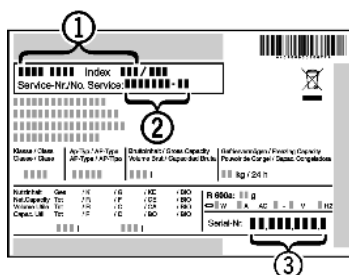

Fig. 7
▶ Relever la désignation de l'appareil *Fig. 7 (1)*, le n° de service *Fig. 7 (2)* et le n° de série *Fig. 7 (3)* sur la plaquette signalétique. Cette plaquette se trouve sur la paroi intérieure gauche de l'appareil.
▶ Informer le S.A.V. et lui communiquer la panne, la désignation de l'appareil *Fig. 7 (1)*, le n° de service *Fig. 7 (2)* et le n° de série *Fig. 7 (3)*.